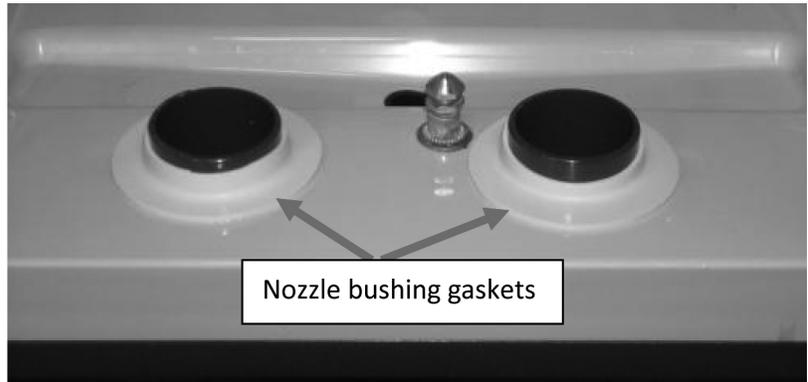

Figure 17. Joints de bague de buse - installation correcte
1. Retirez le joint de la bague de buse en caoutchouc naturel (voir Figure 17) et inspectez-le ainsi que la silicone RTV. En cas de fissure, nettoyez le RTV et réappliquez en utilisant le kit réf. 729011013 conformément aux instructions fournies avec le kit.